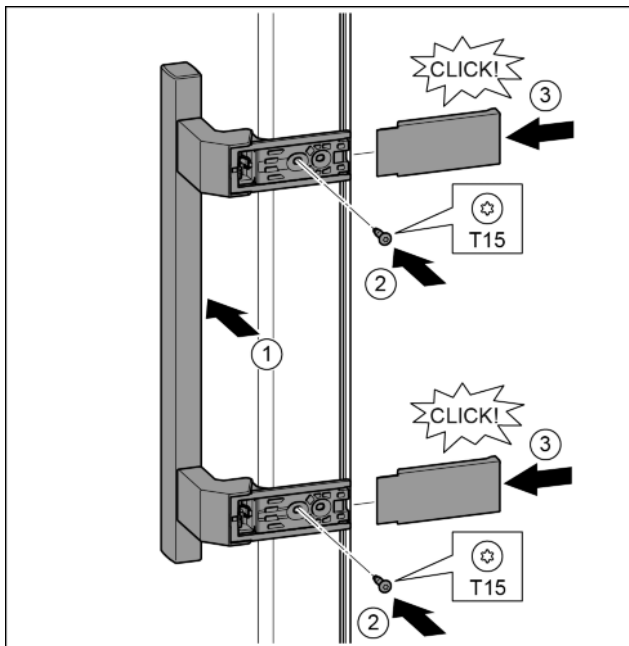

Fig. 19
- ▶ Greep op de tegenzijde aanbrengen. Fig. 19 (1)
- ▶ Schroeven met schroevendraaier T15 vastschroeven. Fig. 19 (2)
- ▶ Afdekkingen zijdelings aanbrengen en erop schuiven. Fig. 19 (3)